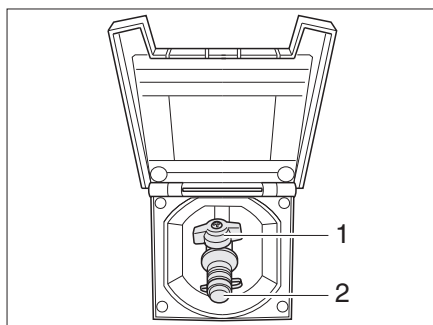

Fig. 86 Raccordement externe de gaz avec robinet d'arrêt de gaz fermé
Le raccordement externe de gaz (Fig. 86) se trouve, selon les modèles, à l'arrière ou sur le côté gauche ou droit du véhicule.
- Raccorder l'appareil à gaz externe sur le raccord (Fig. 86,2).
- Ouvrir le robinet d'arrêt de gaz (Fig. 86,1).